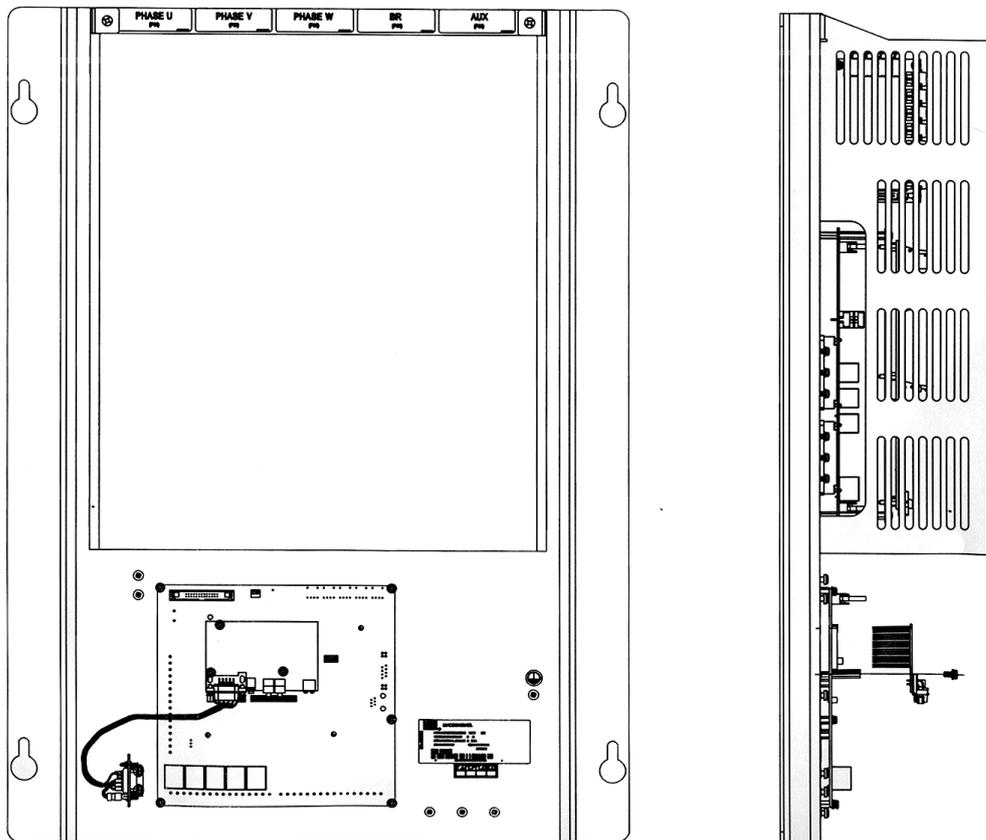

Figure 13.3: Connexion de la carte de bus de terrain
6. Connectez une extrémité du câble de bus de terrain à l'ensemble de commande du MWV-01, comme indiqué sur la Figure 13.3 à la page 13-2.
7. Connectez l'autre extrémité du câble de bus de terrain avec la carte de bus de terrain, comme indiqué sur la Figure 13.3 à la page 13-2.